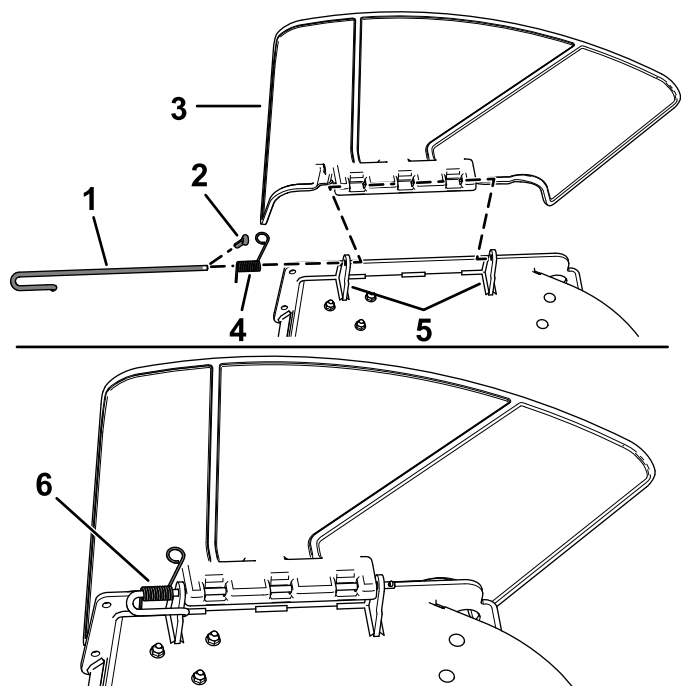

Рисунок 79
1. Снимите шплинт (Рисунок 79).
2. Освободите пружину из выемки в кронштейне отражателя и выдвиньте стержень из приваренных кронштейнов деки, пружины и отражателя выброса (Рисунок 79).
9. Установите шплинт (Рисунок 79).